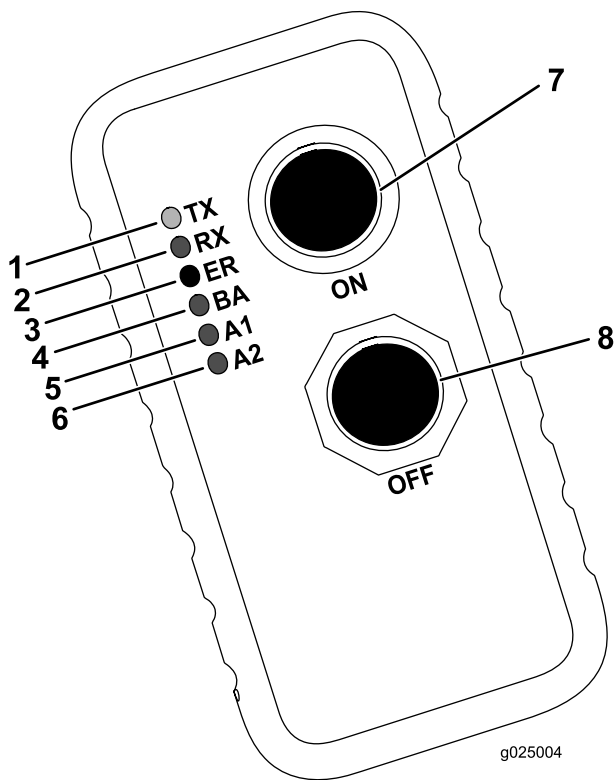

Figura 58
A tabela a seguir apresenta os diversos estados das luzes indicadoras no transmissor portátil (Figura 58) e seus significados:
4. Pressione simultaneamente e mantenha pressionados os botões ligar e desligar (Figura 58).
5. Mantenha pressionados os botões Liga e Desliga até começar a piscar a luz verde de transmissão (TX) (Figura 58).
6. Ligue a máquina, continuando a manter pressionados os botões Liga e Desliga (Figura 58).
7. Libere os botões Liga e Desliga (Figura 58).